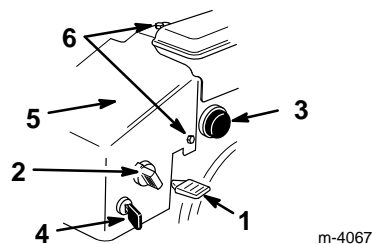

Figure 13
- **Clé de contact** (Fig. 13)—Insérez la clé dans le commutateur d'allumage avant de mettre le moteur en marche à l'aide du lanceur. Pour couper le moteur, retirez la clé de contact.
- **Commande des gaz** (Fig. 13)—Déplacez la manette vers le haut pour augmenter le régime du moteur, ou vers le bas pour le réduire.
- **Starter** (Fig. 13)—Pour mettre en marche un moteur froid, tournez la commande de starter en position Maxi (Full). Au fur et à mesure que le moteur se réchauffe, ramenez petit à petit la commande en position Arrêt.
- **Amorceur** (Fig. 13)—Appuyez sur l'amorceur pour envoyer une petite quantité d'essence dans le moteur afin de faciliter le démarrage par temps froid.
2. Retirer les quatre vis de fixation de la boîte de chauffage (Fig. 13 et 17).
6. Insérez la clé de contact (Fig. 13).
9. Dès que le moteur a démarré, tournez le bouton de starter (Fig. 13) sur la position 3/4.